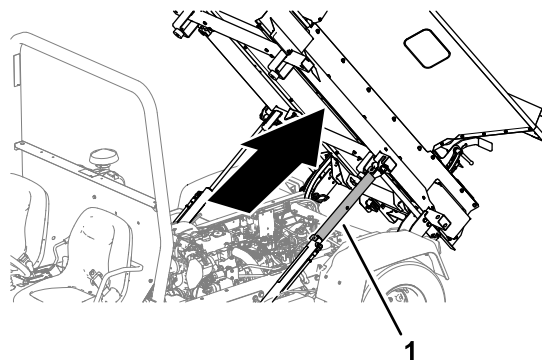

図 16
- 昇降シリンダが完全に伸びきるまでトップドレッサを上昇させる 図 16。
- 荷台サポート 図 16 をシリンダロッドに取り付ける車両のオペレーターズマニュアルを参照。